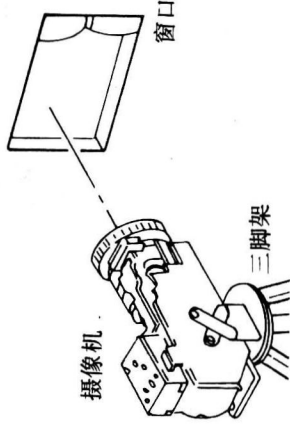

图 71
② 拍摄室外日光源, 射入的光只限于室外光, 传感器上的光源和照度必须大于 500lx, 色温必须在 5000~6000K 之间, 如图 71 所示。